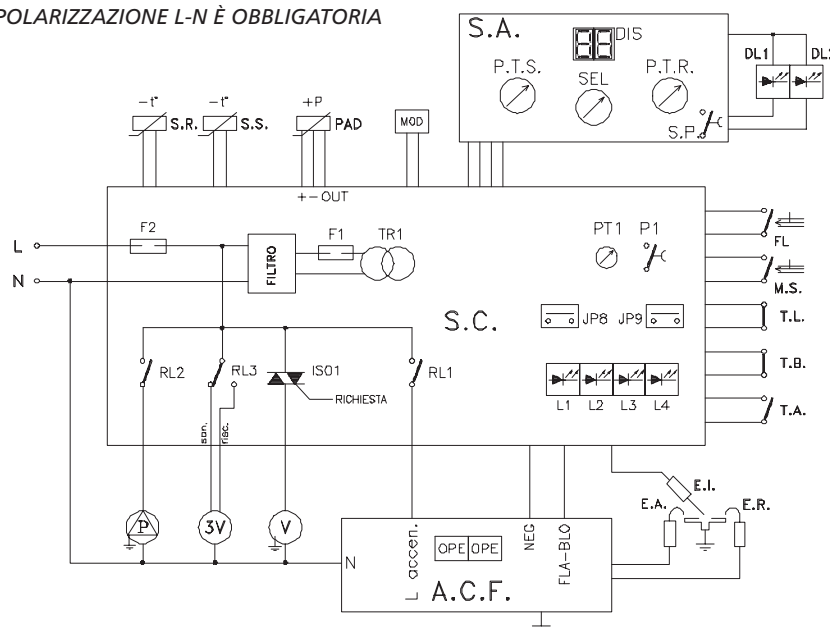

Fig. 3.4
3.4 Principio di funzionamento elettrico in riscaldamento (Fig. 3.4)